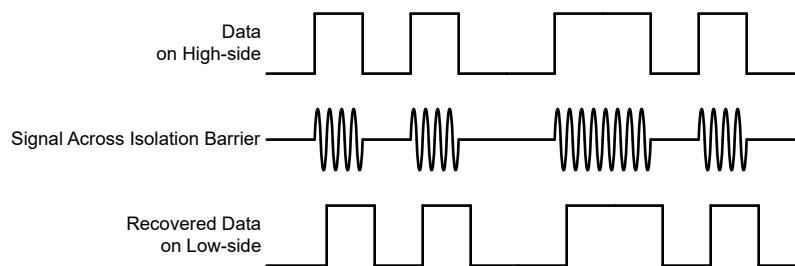

図 6-4. OOK ベースの変調方式
AMC22C11 は、 $\text{SiO}_2$  ベースの絶縁バリア越しにコンパレータの出力状態を送信するため、図 6-4 に示すオン / オフ キーリング (OOK) 変調方式を採用しています。「機能ブロック図」に示す送信ドライバ (TX) は、デジタル 1 を表すために内部で生成された高周波キャリアを絶縁バリア越しに送信します。デジタル 0 を表す信号は送りません。